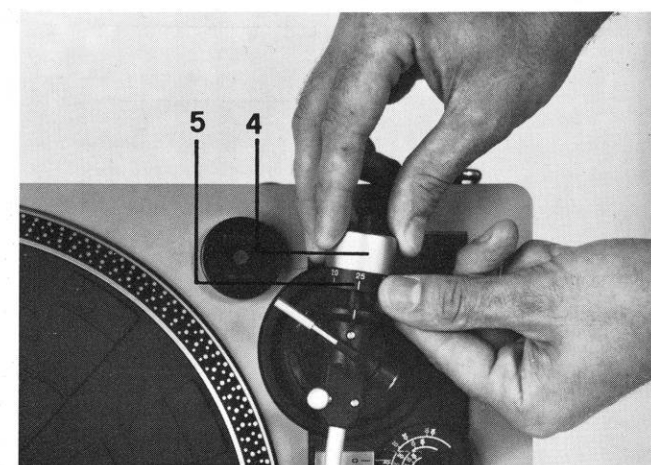

Fig. 6
Legen Sie den Tonarm wieder zurück auf die Tonarmstütze (10) und schliessen Sie die Tonarmklammer (11). Halten Sie nun mit der einen Hand das Tonabnehmergewicht (4) fest (Bild 6), und drehen Sie mit der anderen den Skalenring (5) bis der Skalenstrich «0» nach oben zeigt. Nun stellen Sie mit Hilfe des Skalenrings die richtige Auflagekraft gemäss Tabelle Seite 17, zum Beispiel «25 mN» ein; ein Skalenstrich entspricht einem mN (Milli-Newton). Das eingebaute Tonabnehmersystem arbeitet dann optimal. Drehen Sie deshalb das Tonarmgewicht samt dem Skalenring nach rechts, bis der Skalenstrich «25» nach oben zeigt.
Amener le bras au-dessus du plateau et imprimer un mouvement rotatif au contrepoids (4), tourner vers la droite ou vers la gauche jusqu'à l'obtention de l'équilibre du bras qui devra être parallèle au plateau pour être parfait. Remettre le bras sur son support (10) et l'y arrimer au moyen de la bride de sécurité. Maintenir en place, à l'aide d'une main, le contrepoids (4) et de l'autre faire tourner la bague (5) pour amener le «0» en face du repère (fig. 6). On pourra maintenant ajuster la force d'application requise en faisant tourner le contrepoids (voir tableau page 17, par exemple «25 mN»). Une graduation de la bague représente un mN (milli-Newton). La cellule d'origine fonctionnera d'une manière parfaite avec une force d'application de 25 mN. Celle-ci sera obtenue en faisant tourner doucement le contrepoids jusqu'à ce que l'indication «25» soit en face du repère.